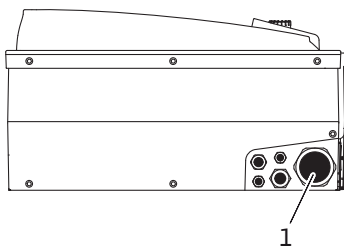

Fig. 25: Prensaestopas M25/M40
- Se ha de guiar el cable de alimentación eléctrica a través del prensaestopas M25/M40 (Fig. 25, pos. 1).